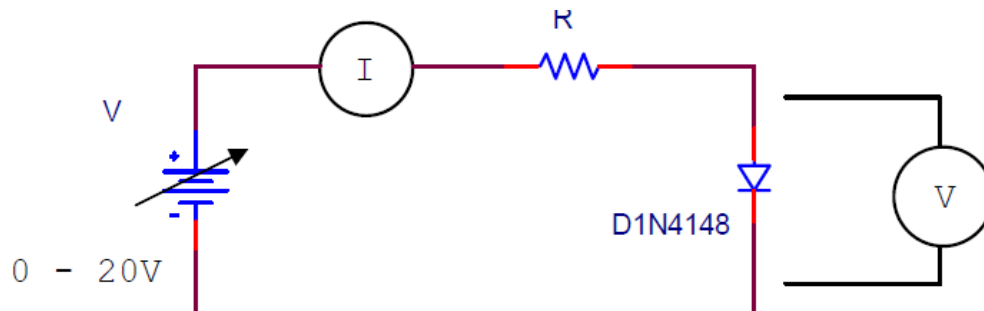

Fig. 2
3.- ¿Se estropearía el diodo de la Fig. 2 si cambiamos la polaridad de la fuente de tensión "V" ?